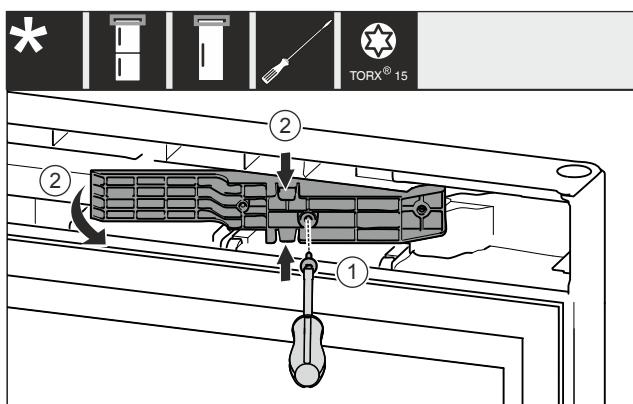

Fig. 12 \*
- Ослабити гвинти за допомогою викрутки T15. Fig. 12 (1)\*
- Витягнути деталь адаптера. Fig. 12 (2)\*